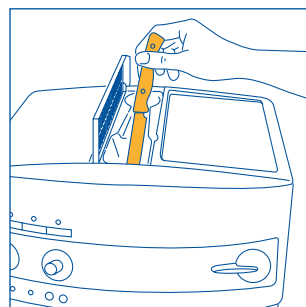

Fig.20
**NOTA 5:** Se versando più di un misurino di caffè pre-macinato l'imbuto si intasa, utilizzare un coltello per far scendere il caffè (fig. 20), quindi togliere e pulire l'infusore e la macchina come descritto nel paragrafo 10.2 "Pulizia dell'infusore".